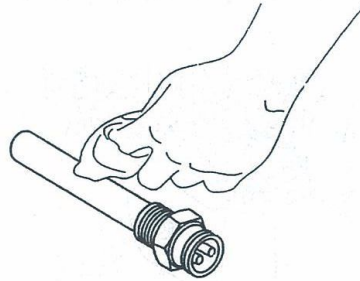
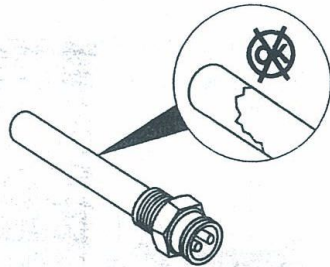

图 1-349 清洁机油加热器芯
图 1-350 检查机油加热器芯有无裂纹
- 3) 清洁机油加热器芯, 见图 1-349; 检查机油加热器芯有无裂纹, 见图 1-350。